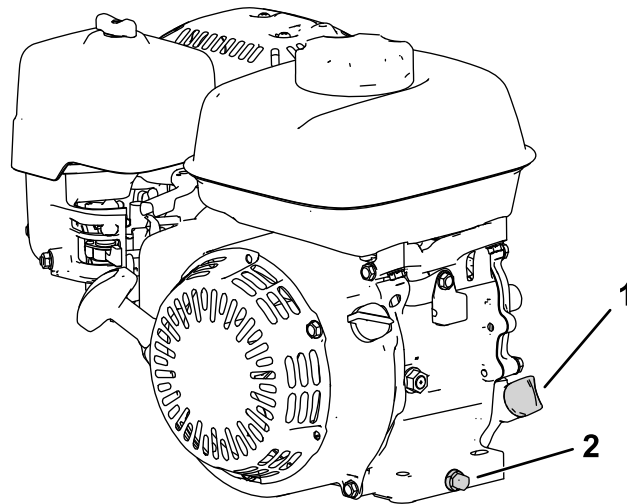

図 17
2. エンジンが水平になるように駐車し、オイル補給口の周囲をきれいに拭く **図 17**。
- ドレンプラグを抜く 図 17。